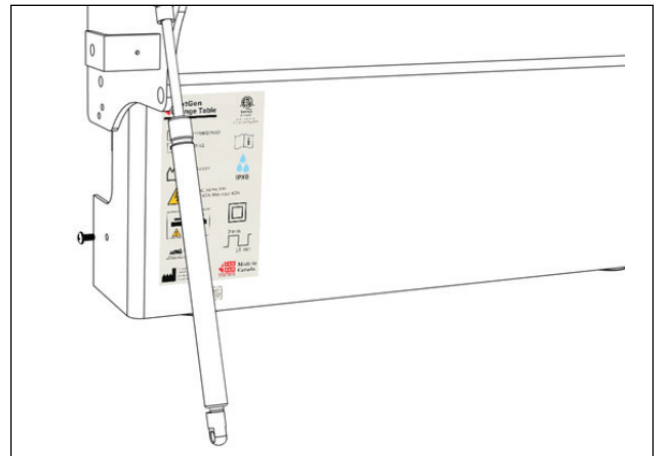

Figure 5 - Emplacement des boulons du couvercle (bas)
2. Retirer les deux (2) boulons à tête cylindrique de 1/4 po situés sur le côté inférieur du capot (voir la figure 5).